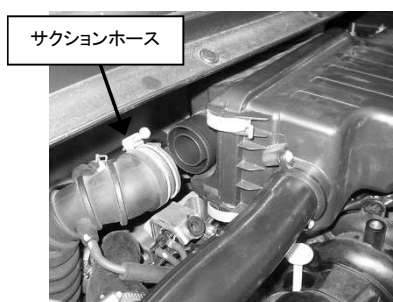

図 2
- 2) サクシオンホースを切り離し、クリーナー-BOX を車両から取り外します。図 2 参照